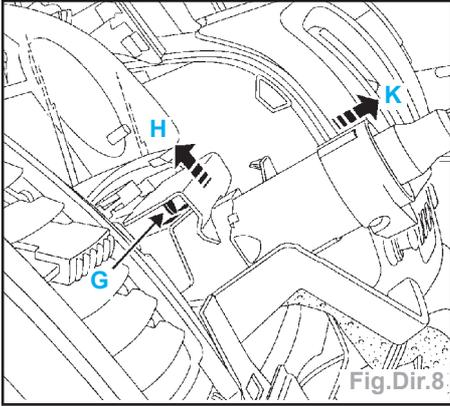

Fig.Dir.8
- Lever la colonne de direction pour dégager l'ergot (G) (Fig.Dir.8).